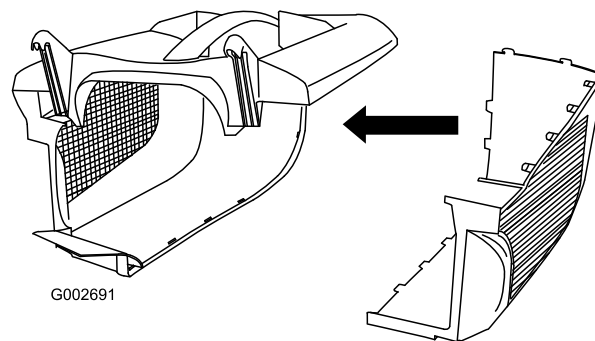

Figura 8
2. Acople el otro lateral, introduciendo las pestañas en las ranuras de la parte superior, y junte las partes traseras de ambos laterales (Figura 8).